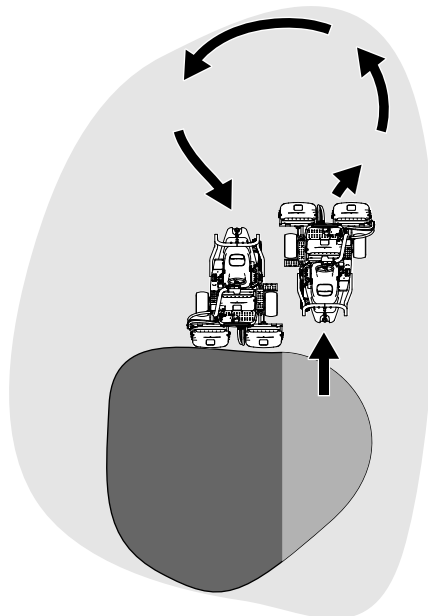

图 22
6. 要缩短下一趟剪草的操作时间并方便剪出直线，应轻轻朝相反方向转动机器，然后再转向未剪部分。此动作是一个泪滴状的转弯（图 22），可将机器快速对齐，进行下一趟剪草。